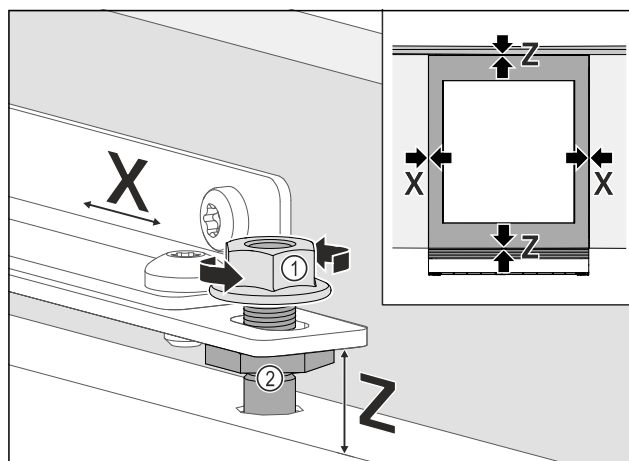

Fig. 77
- Nábytková dvířka vyrovnejte stranově: Uvolněte pojistné matice Fig. 77 (1), nábytková dvířka posuňte ve směru X.
- Pojistné matice Fig. 77 (1) dotáhněte.
- Nábytková dvířka vyrovnejte ve výšce Z a ve stranovém sklonu: Ustavovací čepy Fig. 77 (2) nastavte.